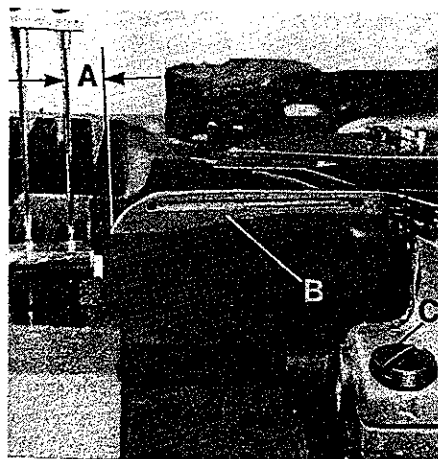

Fig. 21
Turn the pulley until the looper (B, Fig. 21) is at its farthest position to the right. In this position the distance (A) from the center of the right needle to the point of looper should be 4,0 mm (5/32 in.) on the two-needle 8, 10 and 12 gauge styles and 3,6 mm (9/64 in.) on the two- or three-needle 16 gauge styles. Looper gauges No. 21225-5/32 and No. 21225-9/64 can be used advantageously in making this setting.
Montieren Sie den hinteren Nadelanschlag, wenn noch nicht eingebaut. Drehen Sie an der Handrad-Riemenscheibe bis der Greifer (B, Fig. 21) in seiner rechten Einstellung ist. In dieser Stellung muß der Abstand (A) zwischen Mitte rechter Nadel und Greiferspitze 4,0 mm (5/32 in.) bei den Zweinadel 8, 10 und 12 gauge Maschinen und 3,6 mm (9/64 in.) bei den Zwei- oder Dreinadel 16 gauge Maschinen sein. Die Greifereinstelllehren Nr. 21225-5/32 und Nr. 21225-9/64 erleichtern diese Einstellung.
For adjustment loosen clamp screw (C, Fig. 21) and rotate the looper holder as required. Retighten the clamp screw.
Zur Einstellung lösen Sie die Patzschraube (C, Fig. 21) und verdrehen den Greiferhalter entsprechend. Ziehen Sie die Schraube wieder an.